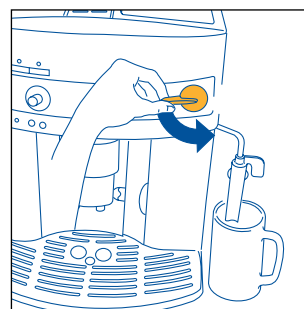

Fig.5
3. Vrid **OMEDELBART EFTER IGÅNGSÄTTNINGEN, INOM 30 SEKUNDER**, ångreglaget motsols så långt det går (fig. 5). Lite buller från maskinen är helt normalt.
- Vrid ångreglaget ett halvt varv motsols (fig. 5): vattnet rinner ut ur cappuccinoröret och ner i behållaren.
- Släpp ut lite vatten eller ånga under några sekunder genom att vrida ångreglaget motsols så långt det går (fig. 5). Detta medför att eventuell mjölk som finns kvar i ångröret töms ut. OBS: Av hygieniska skäl bör du alltid göra detta för att förhindra att det står kvar mjölk i cappuccinöröret.